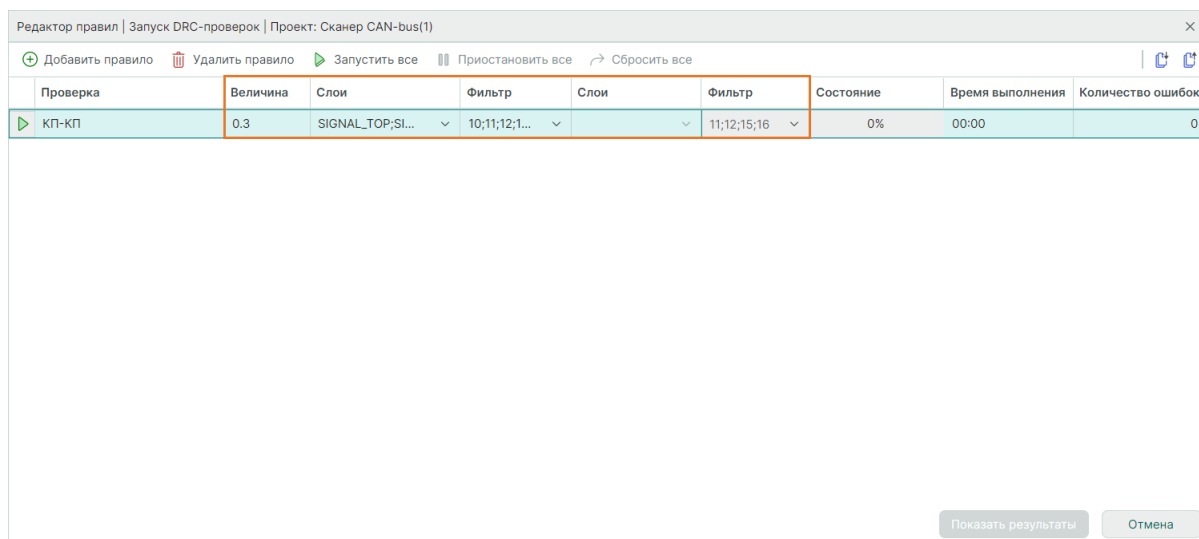

Рис. 445 Настройка правила проверки
3. Перед проведением проверки проекта на соответствие требованиям добавленного правила определите параметры проверки. Параметры, обязательные к заполнению, выделены символом **!**, см. Рис. 445: